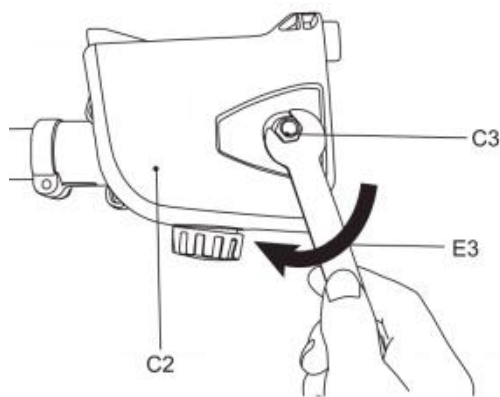

Fig. 12
8) Załóż ponownie pokrywę (C2), załóż tylną część pokrywki, a następnie przód i upewnij się, że sworzeń znajduje się na swoim miejscu. Lekko dokręć pozostałą nakrętkę (C3) za pomocą klucza montażowego (E3) (Rys. 12). Nie dokręcaj nakrętek całkowicie, ponieważ najpierw konieczne jest napięcie łańcucha piły.